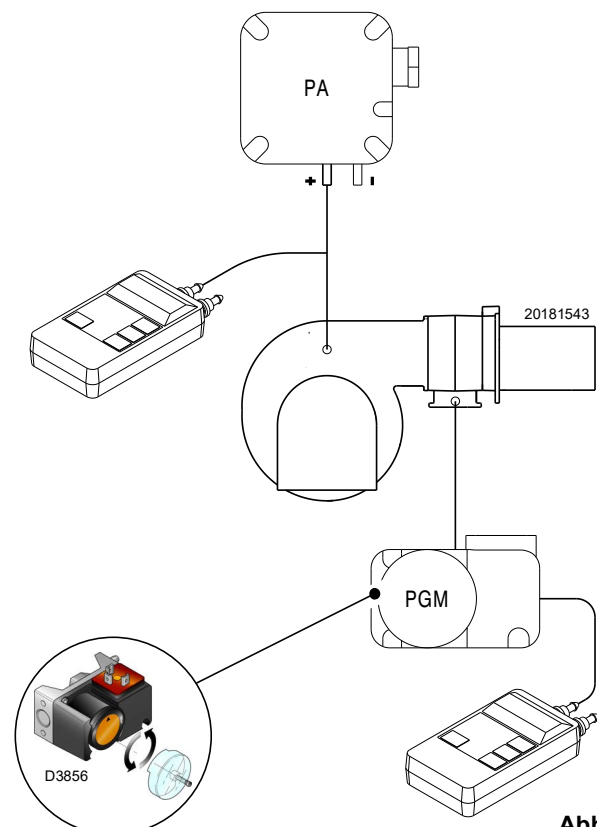

Abb. 28
- Den Gas-Höchstdruckwächter (Abb. 28 auf Seite 30) auf den Skalenendwert stellen.
Einstellung des Gas-Höchstdruckwächters (Abb. 28) nach Durchführung aller anderen Einstellungen des Brenners mit auf Skalenende eingestelltem Gas-Höchstdruckwächter ausführen.